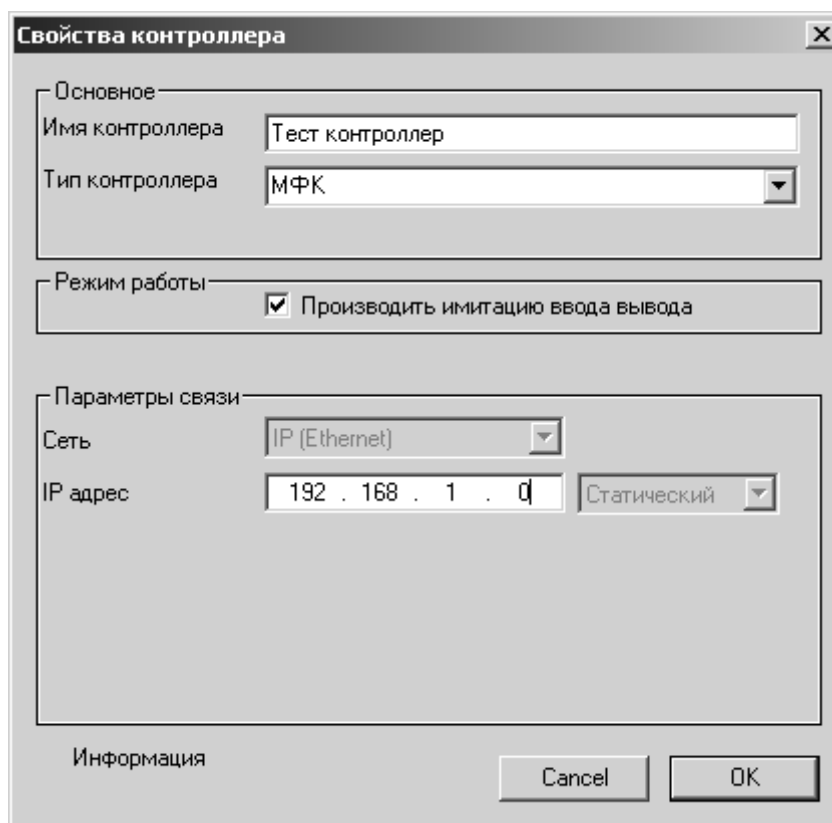

Рисунок 3.1 - Добавление контроллера (пример)
- в) в окне добавления контроллера задайте значения (см. Рисунок 3.1) и нажмите «ОК»;